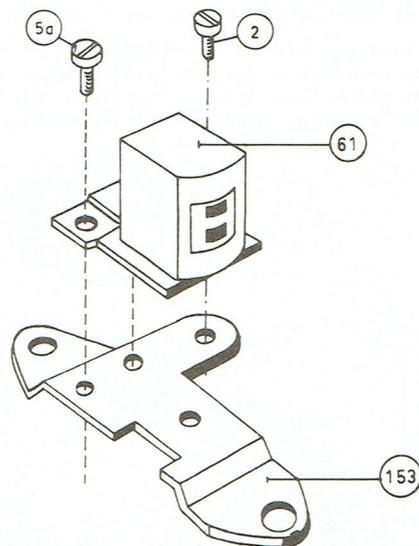

Fig. 18.
Voir figure 18.
**Réglage de hauteur de la tête d'enregistrement/reproduction,** voir la figure 18.
**Mise en position perpendiculaire de la tête d'enregistrement/reproduction,** voir la figure 18.